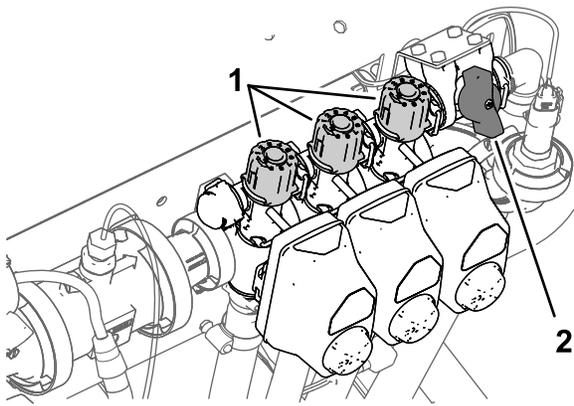

Figura 38
9. Desactive el interruptor de la sección izquierda y ajuste el mando de desvío de la sección (Figura 38) hasta que el caudal indicado coincida con el valor anterior, según la tabla.
2. Cerrado (0)
11. Ajuste el mando de desvío de la sección derecha (**Figura 38**) hasta que el caudal indicado coincida con el valor anterior, según la tabla.
13. Ajuste el mando de desvío de la sección central (**Figura 38**) hasta que el caudal indicado coincida con el valor anterior, según la tabla.